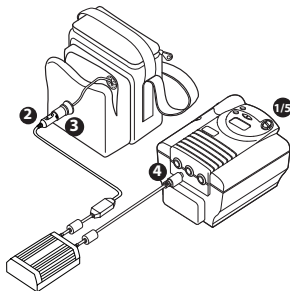

Figure 4 : Branchement de l'adaptateur d'alimentation en courant continu
2. Branchez l'adaptateur automatique à l'extrémité du câble d'entrée de l'adaptateur d'alimentation en courant continu. Référez-vous à la figure 4.